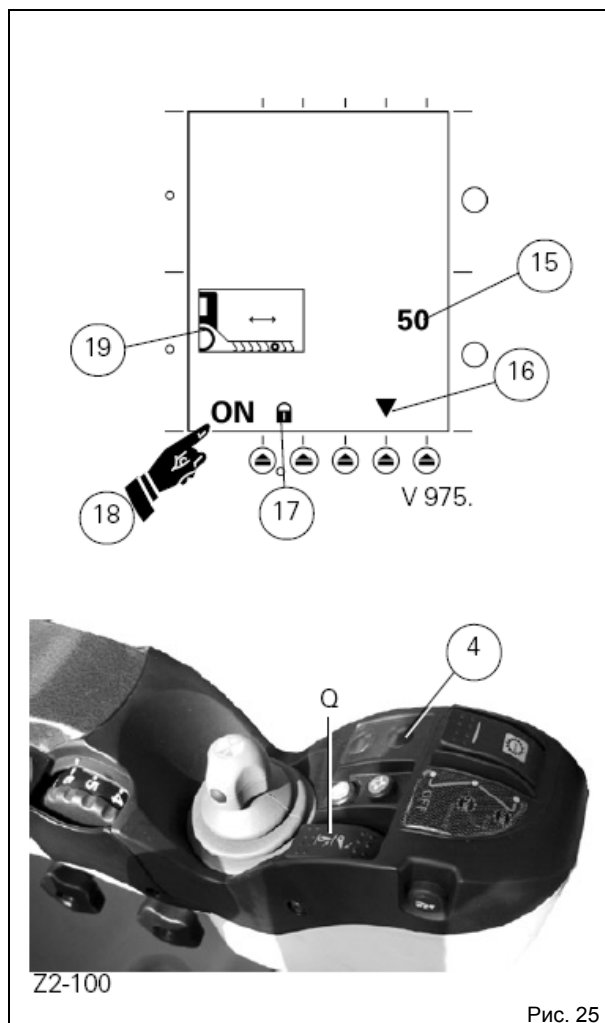

Рис. 25
7.6.4 Использование (рис. 25):
Чтобы использовать TIC, когда данные сохранены и при каждом запуске, необходимо разблокировать устройство управления сцепкой, установив переключатель Q в положение подъема или опускания а кнопку 4 джойстика (если установлен) в положение ВКЛ. и установить Datatronic в положение ВКЛ. (поз. 18, рис. 25).